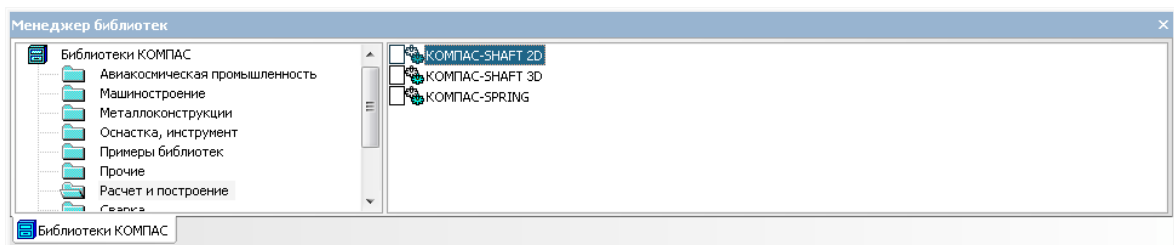

Рисунок 1.1 - Вікно системи керування бібліотеками **Менеджер библиотек** с відкритими системами **Расчет и построение**
3. натисніть в лівій частині вікна системи управління бібліотеками по пункту **Расчет и построение**. В правій частині з'являться відповідні системи (рисунок 1.1);